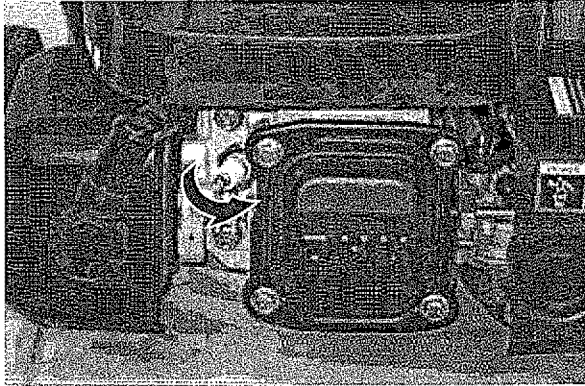

Figura 65 – Extracción de la bujía de encendido, WP2500 y WP2800
5. Saque la bujía de la tapa del cilindro (Ver Figura 65).